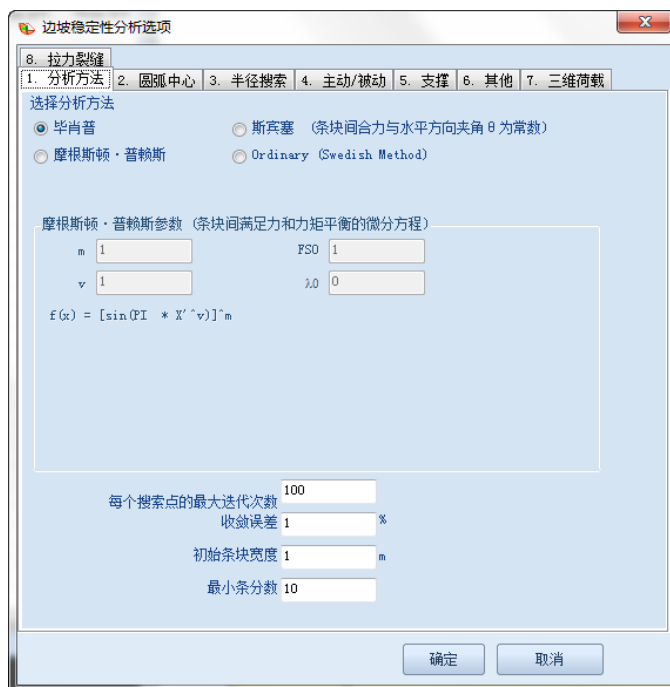

图 2.7.2 边坡稳定性分析选项对话框
- **选项:** 单击  该选项弹出边坡稳定性对话框。可以定义边坡稳定性分析的方法和选项。对话框中包含的选项如下图 2.7.2。详细菜单描述见 3.13 节。